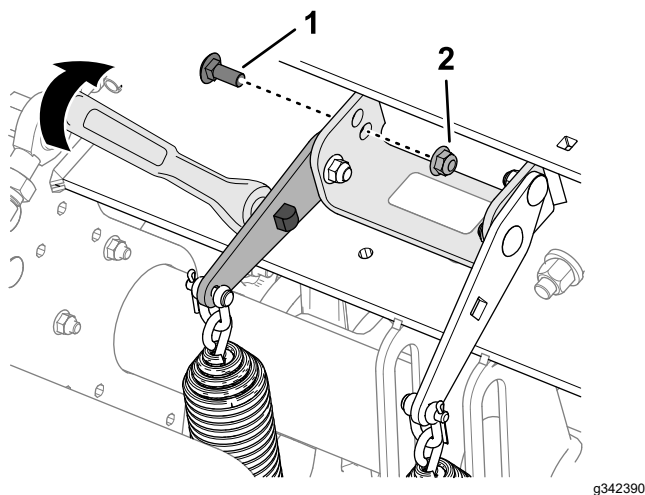

Figura 110
4. Inserte una llave de carraca de ½" o una llave de extensión en el orificio cuadrado de la placa de tensión del muelle (Figura 110).